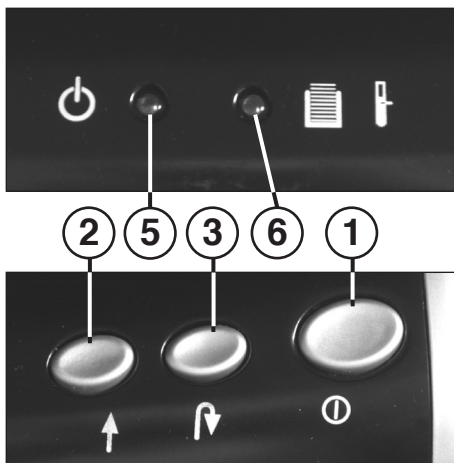

Fig. 1
- 1 = Tryckknapp „Driftklar“ (Fig. 1)**
- 2 = Framåtknapp (Fig. 1)**
- 3 = Bakåtknapp (Fig. 1)**
- 5 = Kontrollampa „Driftklar“ (Fig. 1)**
- 6 = Kontrollampa (röd / gul) (Fig. 1)**
Slå på strömmen med tryckknappen (1) (Fig. 1). Kontrollampen (5) (Fig. 1) tänds.
När uppsamlingskärlet för papper är fullt stängs maskinen av. En signalton hörs. Kontrolllampan (6) (Fig. 1) tänds (röd).
- Drag ut uppsamlingskärlet (9) tillsammans med uppsamlingskålen (10) ur apparatusets undre del.
- Signaltonen tystnar. Kontrolllampan (6) (Fig. 1) slocknar.
Kom ihåg att koppla ifrån apparaten för natten. (Tryck på tryckknappen (1) (Fig. 1)).
Om motorn överbelastas stängs den av. Kontrolllampan (6) (Fig. 1) tänds (gul). Koppla från maskinen med tryckknappen (1) (Fig. 1).